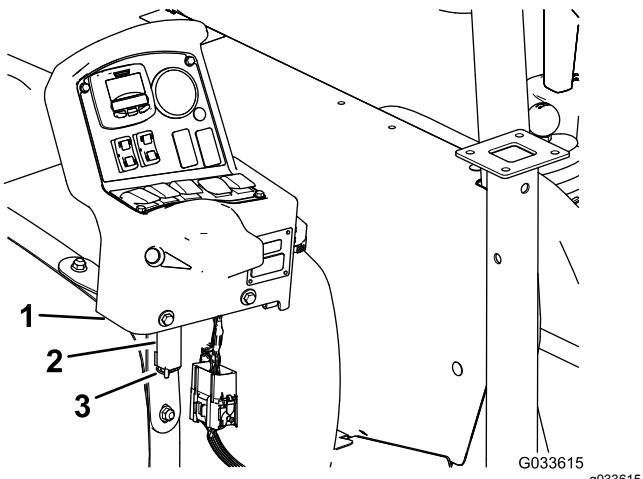

Figura 117
- Rimuovete il quadro di comando dalla staffa di montaggio di comando sul cruscotto della macchina e allineate il perno di articolazione sul quadro di comando con la staffa d'immagazzinamento sulla fascetta del serbatoio anteriore (Figura 117); fate riferimento a 9 Installazione del quadro di comando sulla macchina \(pagina 24\).
- 8. Montate il quadro sulla staffa e fissate il perno di articolazione alla staffa con la coppia (Figura 117).